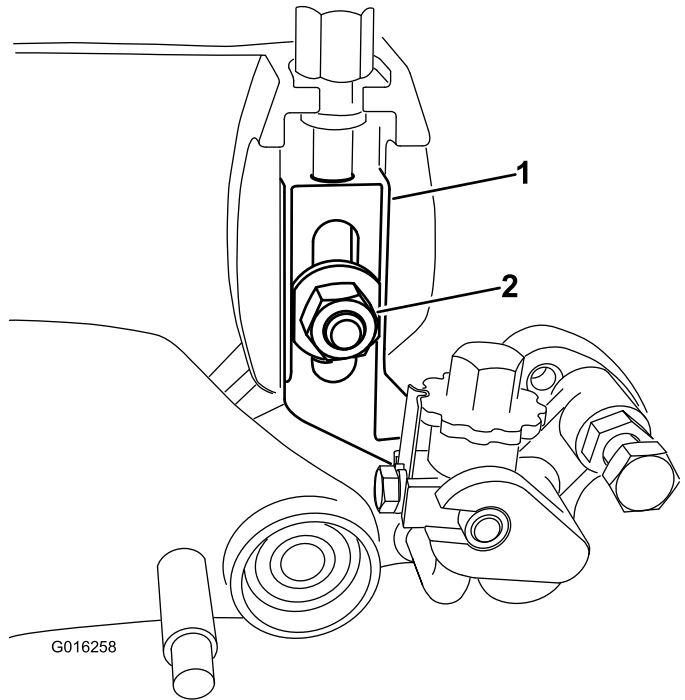

Figure 5
5. Retirez le boulon de charrue, l'écrou et la rondelle qui fixent le bras de hauteur de coupe à la plaque latérale (Figure 5).